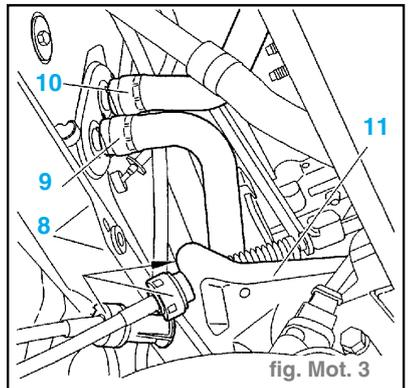

fig. Mot. 3
- les 2 fixations (5)
- les 2 fixations (7).
- Suspender le compresseur de climatisation (6) à l'anneau de remorquage du véhicule.
- Déclipser les 3 commandes de boîte de vitesses (8) (voir chapitre «Boîte de vitesses»). (fig. Mot. 3)